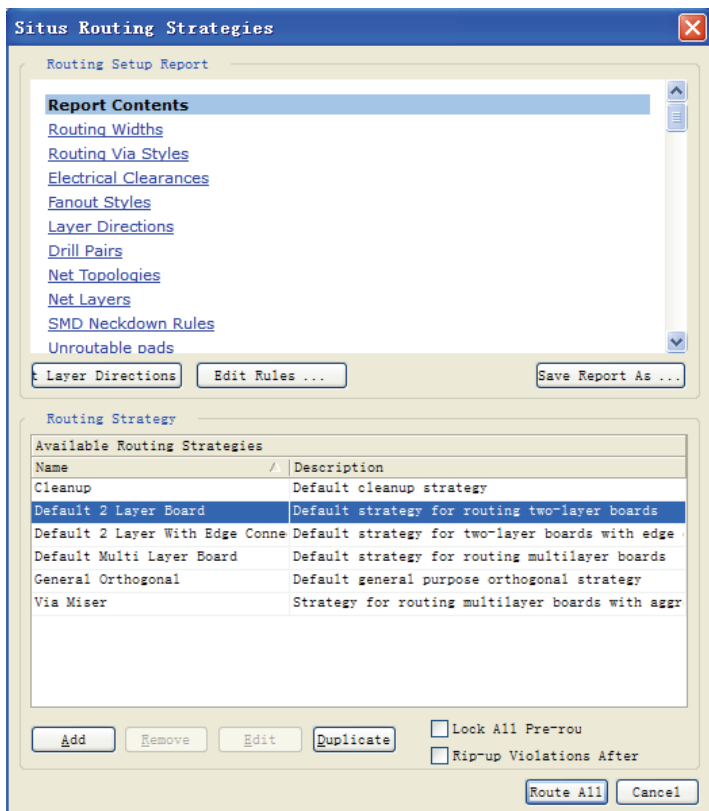

图 11-44 布线策略对话框
(1) 执行菜单命令【Auto Route】→【All】，弹出布线策略对话框，如图 11-44 所示，以便让用户确定布线的报告内容和确认所选的布线策略。